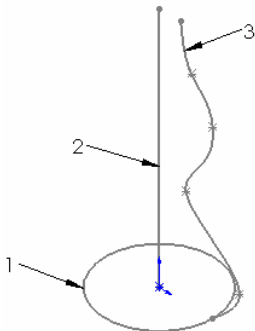
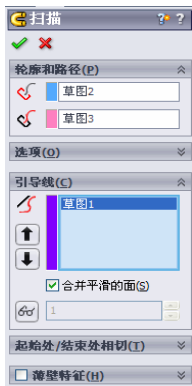

图 4-73 绘制轮廓草图
图 4-74 “扫描”属性管理器
测方向显示，结果如图 4-73 所示。
- ⑧ 执行扫描命令。选择菜单栏中的“插入”→“凸台/基体”→“扫描”命令，或者单击“特征”工具栏中的“扫描”图标, 执行扫描命令。
- ⑨ 设置属性管理器。此时系统弹出如图 4-74 所示的“扫描”属性管理器。在“轮廓”一栏中，用鼠标选择图 4-73 中圆 1；在“路径”一栏中，用鼠标选择图 4-73 中直线 2；在“引导线”一栏中，用鼠标选择图 4-73 中样条曲线 3，按照图示进行设置。